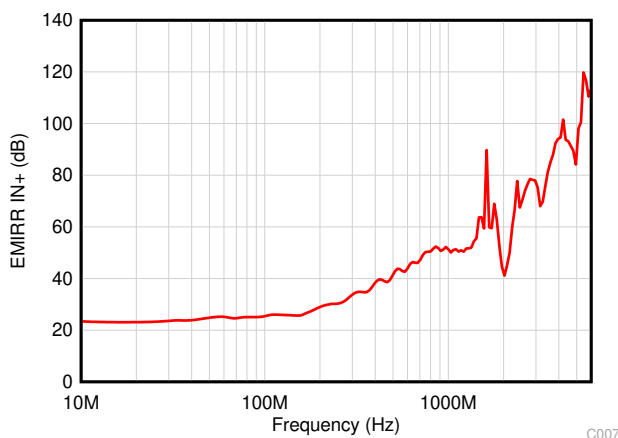

图 7-2. EMIRR 测试
OPA396 通过集成电磁干扰 (EMI) 滤波来降低无线通信、混合使用模拟信号链和数字元件的高密度电路板等干扰源产生的 EMI 干扰影响。通过电路设计技术可改进 EMI 抗扰度；OPA396 受益于这些设计改进措施。德州仪器 (TI) 已经开发出在 10MHz 至 6GHz 扩展宽频谱范围内准确测量和量化运算放大器抗扰度的功能。图 7-2 显示了对 OPA396 执行此测试的结果。表 7-1 列出了 OPA396 在实际应用中常见特定频率下的 EMIRR IN+ 值。表 7-1 中列出的应用可在下图所示的特定频率或其近似频率下运行。有关详细信息也可参阅 运算放大器的 EMI 抑制比应用报告，可从 [www.ti.com](http://www.ti.com) 下载此报告。
OPA396 的 EMIRR +IN 与频率间的关系图如图 7-2 所示。OPA396 单位增益带宽为 1MHz。低于该频率的 EMIRR 性能表示存在位于运算放大器带宽内的干扰信号。